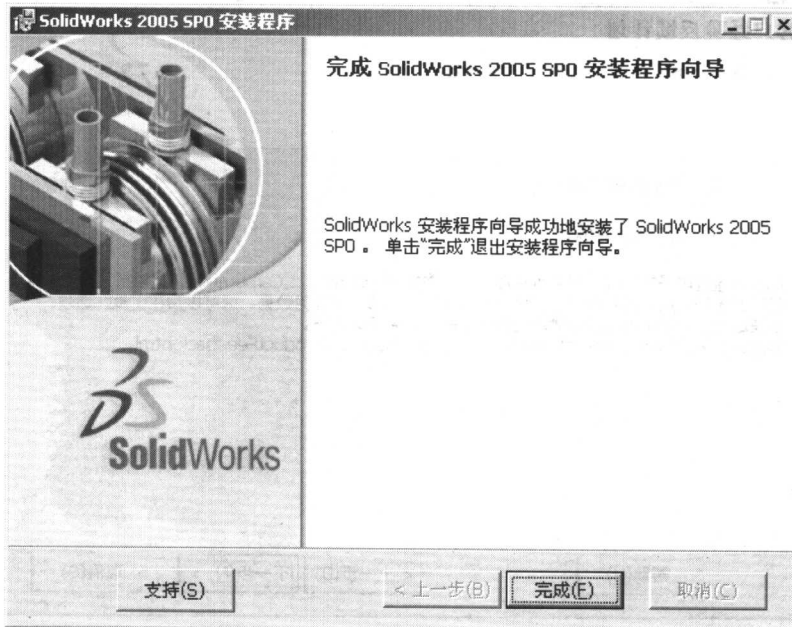

图 1-10 安装完成界面
(10) 程序安装结束，弹出如图 1-10 所示的安装完成界面。单击“完成”按钮，退出安装程序。